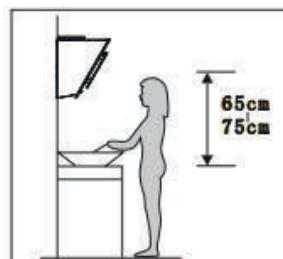

Bild 1
3. Die Dunstabzugshaube sollte in einem Abstand von 65-75 cm über der Kochfläche angebracht werden, um eine optimale Wirkung zu erzielen. Siehe Bild 1.